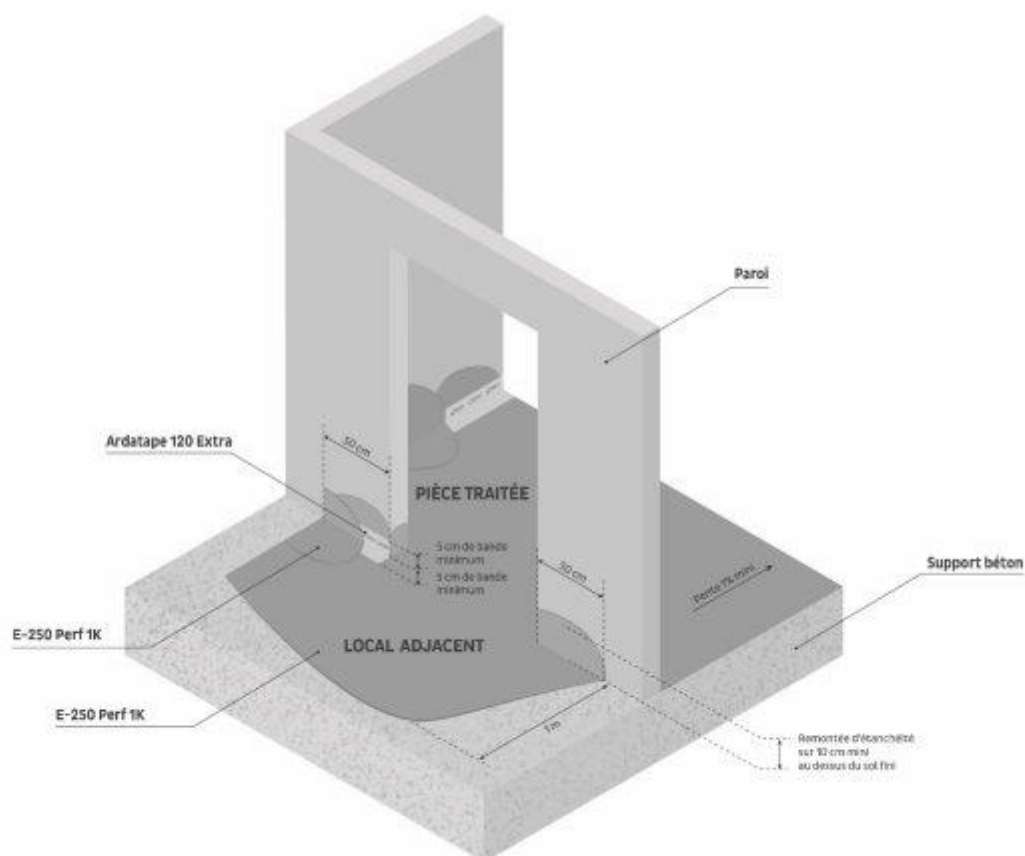

Figure 4 - Seuils avec un local adjacent non étanché
2.4.4.3.1. Huisseries (figure 4)